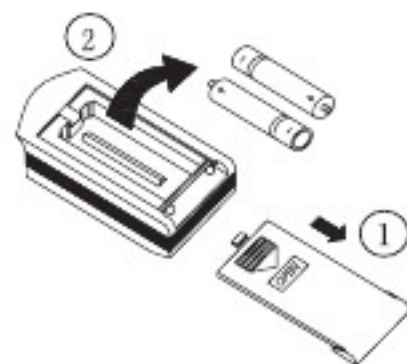

图1
1. 轻轻按下刻有“”标志处，并朝箭头方向推出遥控器电池盖。（如图1 ①）
2. 取出旧电池。（如图1 ②）